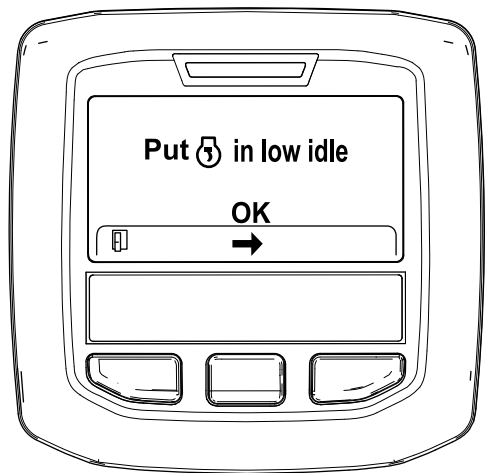

図 53
6. スロットルコントロールを低速アイドル位置にセットして、中央ボタンを押す 図 53。